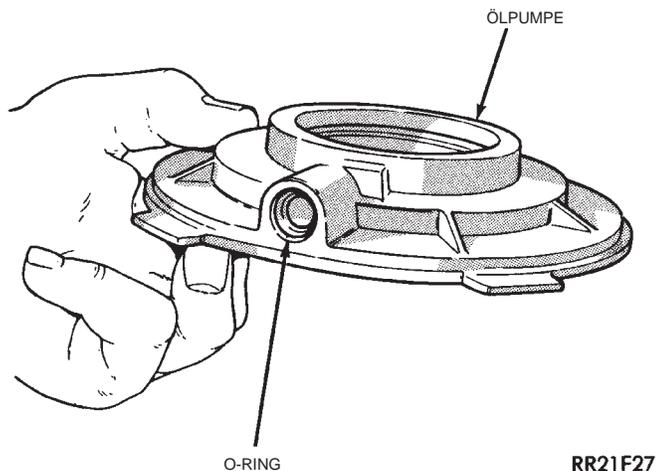

Abb. 14 O-Ring am Ansaugkanal der Ölpumpe
(13) Falls erforderlich, den O-Ring im Ansaugkanal der Ölpumpe ausbauen (Abb. 14), die Pumpe jedoch nicht zerlegen. Die Pumpe kann nicht instandgesetzt werden.